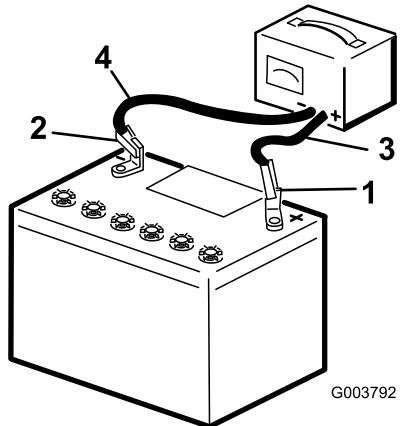

Figure 5
3. Connectez un chargeur à la batterie (Figure 5) et chargez la batterie au régime de à 6 à 10 ampères pendant une heure au minimum. Ne chargez pas la batterie excessivement.
- 4. Quand la batterie est chargée au maximum, débranchez le chargeur de la prise, puis débranchez les fils du chargeur des bornes de la batterie (Figure 5).